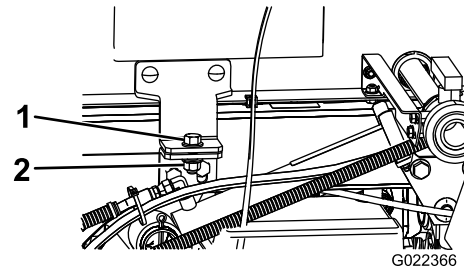

Figura 41
4. Retire los pernos de seguridad de la parte delantera del patín (Figura 41).